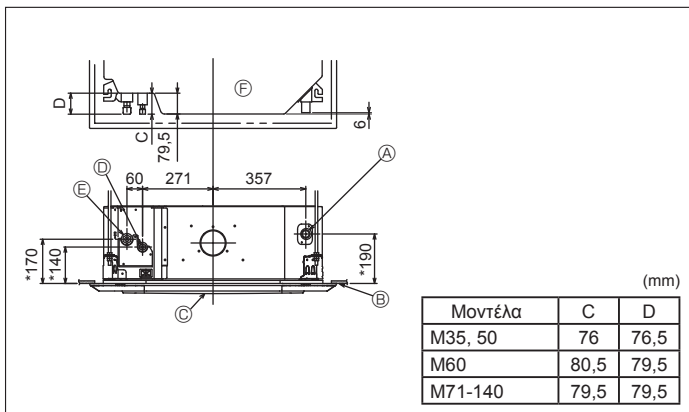

Fig. 3-3
3.3. Θέσεις σωλήνων ψυκτικού και αποχέτευσης της εσωτερικής μονάδας (Fig. 3-3)